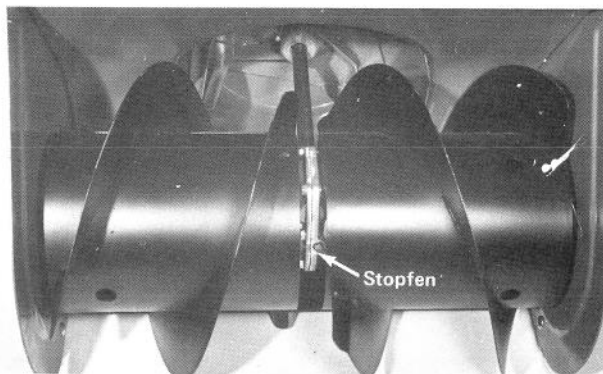

Abb. 15 .
2. Den Stopfen am Getriebe herausschrauben (Abb. 15) und den Ölstand kontrollieren. Der Ölstand muss bis zur Oberkante der Einfüllöffnung reichen.
4. Den Stopfen wieder hineinschrauben (Abb. 15).